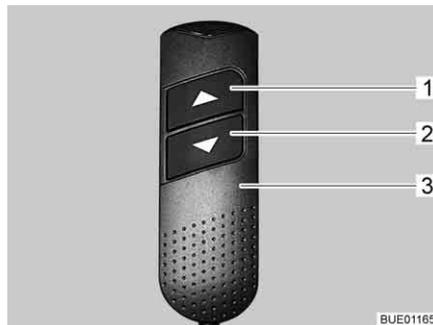

Bild 113 Handbedienteil
- Am Handbedienteil (Bild 113,3) Taste "▼" (Bild 113,2) drücken und gedrückt halten. Das Fußteil wird eingezogen. Die Kopfteile werden angehoben.
- Am Handbedienteil (Bild 113,3) die Taste "▲" (Bild 113,1) drücken und gedrückt halten. Das Fußteil wird ausgefahren. Die Kopfteile werden abgesenkt.
- Am Handbedienteil (Bild 113,3) die Tasten "▼" (Bild 113,2) bzw. "▲" (Bild 113,1) so lange drücken, bis die gewünschte Position erreicht ist. Die Kopfteile bleiben in der gewünschten Position.